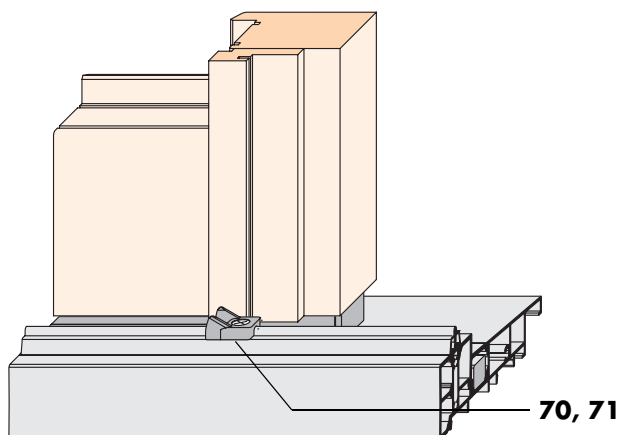

Bild 5
- Riegelteil Schema G (70) mit Senkschraube M 5 x 20 (71) anschrauben (Bild 5).